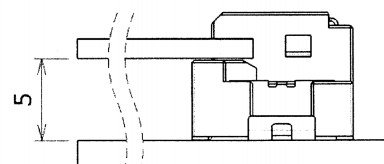

図.2/Figure.2
- ・基板挿入後は基板間高さ 5.0mm の位置で固定して下さい。（下記図.2）
- ・ After the mated PCB board, Please fix it at a position of substrate spacing 5.0mm. (Figure.2)